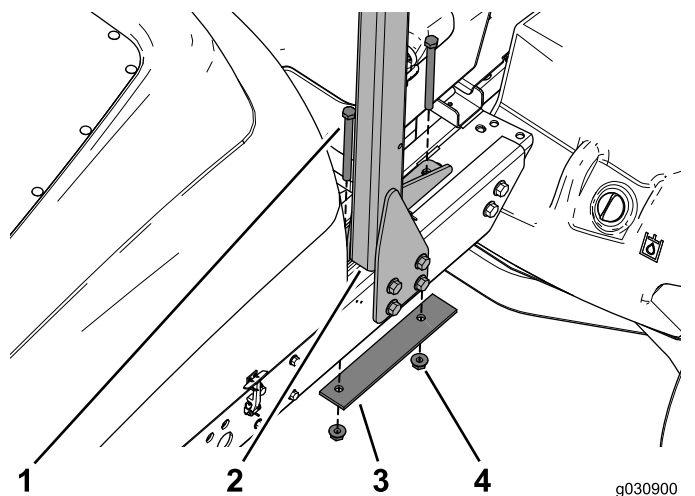

Figure 7
6. Disposez la plaque de renfort et le compartiment de la batterie de manière à pouvoir retirer les 2 boulons, la plaque de renfort et les 2 écrous à embase qui fixent l'arceau de sécurité au sommet du cadre (Figure 7). Mettez-les de côté.